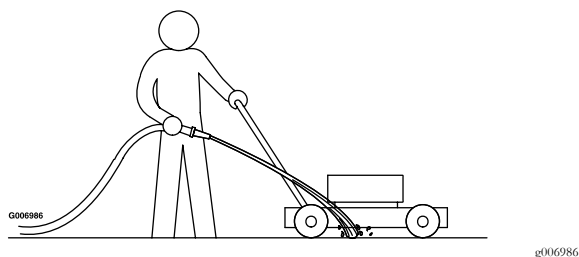

Figura 37
3. Sujete la manguera a la altura del manillar y dirija el agua para que fluya sobre el suelo justo por delante de la rueda trasera derecha (Figura 37).